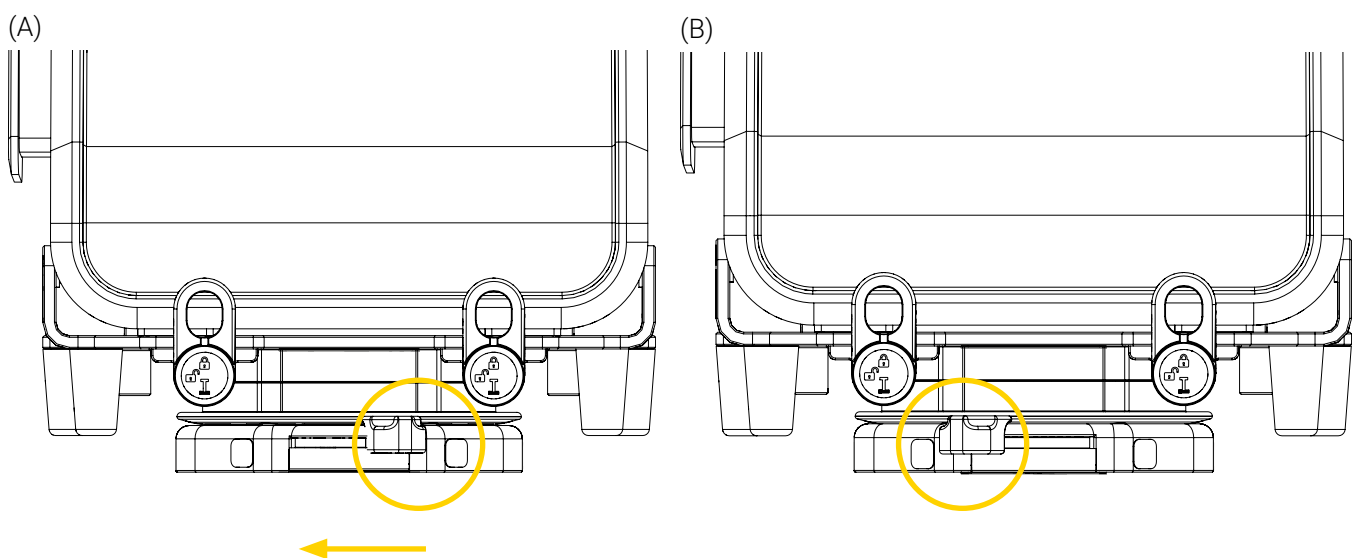

Figure 11: Déverrouiller la Base de Fixation Universelle
- Déverrouiller la Base de Fixation Universelle à l'aide du levier de verrouillage à glissière (Figure 11). Consulter la section « Mécanisme de sécurité » à la page 19 au besoin.